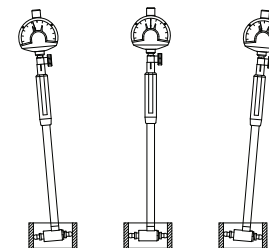

fig.1
4. Utilisez la bague de réglage standard pour mettre à zéro (fig. 1). Cette opération doit être effectuée avec la plaque de centrage légèrement inclinée. Le comparateur doit être réglé dans la même position que celle dans laquelle il sera utilisé par la suite. Lorsque le comparateur est lentement balancé autour de l'insert à bille fixe, un point de renversement apparaît sur l'affichage du comparateur à cadran. Le point de renversement peut être identifié par un changement de direction de l'aiguille de l'indicateur.